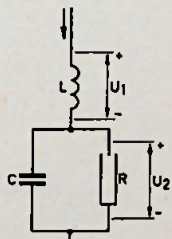

Fig. 4 1224-4
① Door de schakeling van fig. 4, opgebouwd uit een verliesvrije spoel met coëfficiënt van zelfinductie L , een verliesvrije condensator met capaciteit C en een zuivere weerstand R , vloeit een wisselstroom.